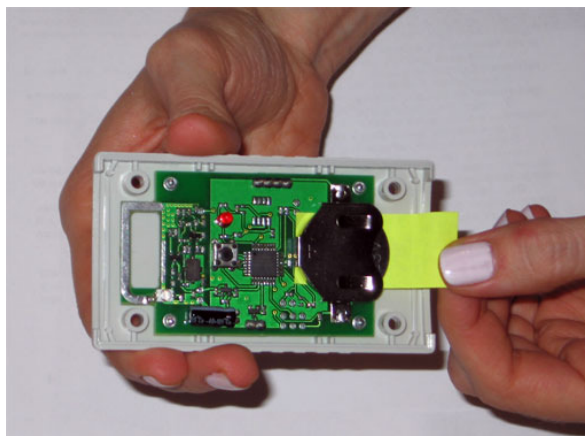

Рисунок 3. Снятие изолирующей прокладки.
- Вытащите жёлтую изолирующую прокладку, предупреждающую разряд батареи до момента начала эксплуатации датчика (рис. 3).